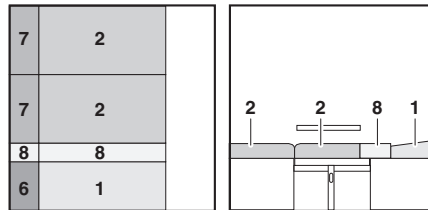

Fig. 146 Después de la transformación
- Tirar del cojín del asiento (Fig. 146,2 y 7) hacia el centro, para que quede a ras con el otro cojín del asiento.
- Abatir el cojín del respaldo (Fig. 146,1) y ponerlo en el banco de asiento.
- Abatir el cojín del respaldo (Fig. 146,1) y ponerlo en el banco de asiento junto al cojín del respaldo.
- Poner el cojín adicional (Fig. 146,8) en el espacio vacío entre el cojín del asiento y el cojín del respaldo.